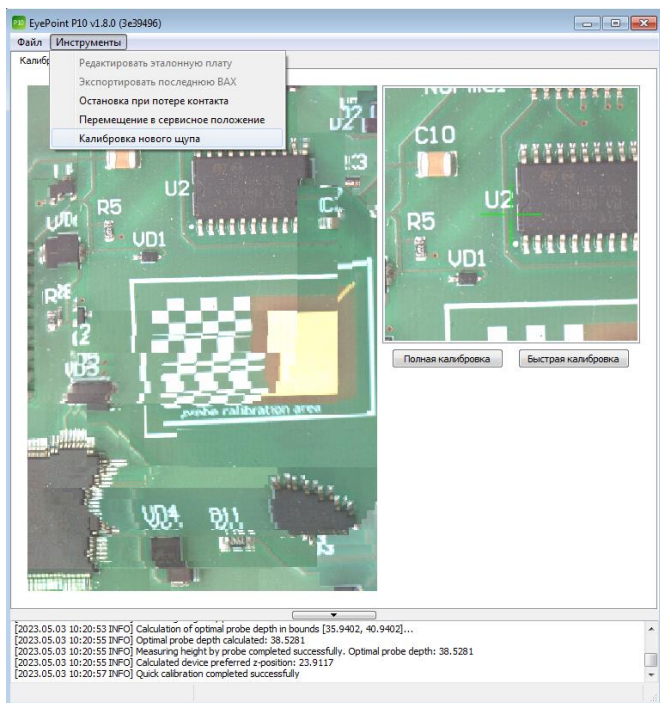

Рисунок 11. Внешний вид окна ПО EyePoint P10v при проведении калибровки нового щупа.
- Запустите процесс калибровки щупа, выбрав в главном меню программы «Инструменты» → «Калибровка нового щупа» (Рисунок 11).